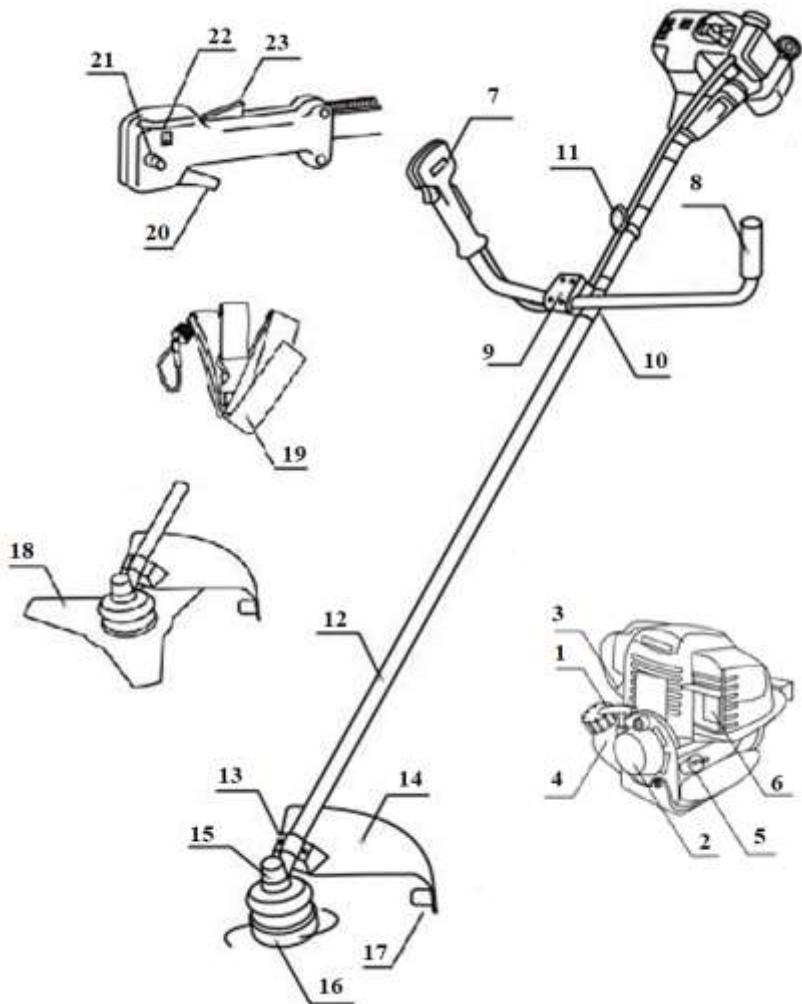

Рис. 1 Устройство и внешний вид бензиновой косы.
**ВНИМАНИЕ!** Обязательно установите нож для обрезки лески (Рис. 1. поз. 17) на защитный кожух. Это необходимо для обрезки лески.